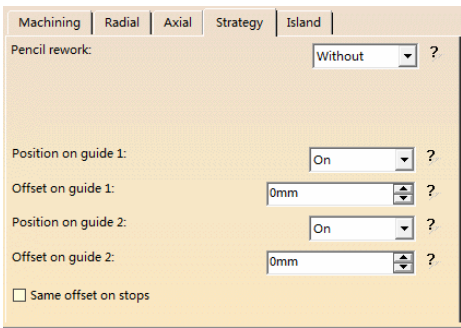

图 3-166 “Strategy”选项卡（2）
- 在“Strategy”选项卡（2）的“Pencil rework”下拉列表中选择“Without”，如图 3-166 所示。